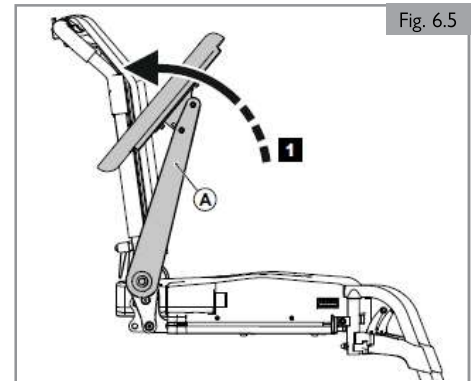

Fig. 6.5
**Accoudoir rabattable (Fig. 6.5)**
1. Relevez (A) vers l'arrière